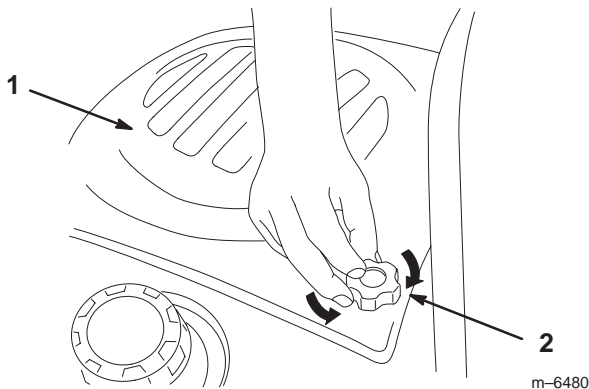

Figure 16
1. Pour déposer le capot, desserrez les boutons, tirez le capot en arrière puis soulevez-le (Fig. 16).
3. Serrez les boutons (Fig. 16).